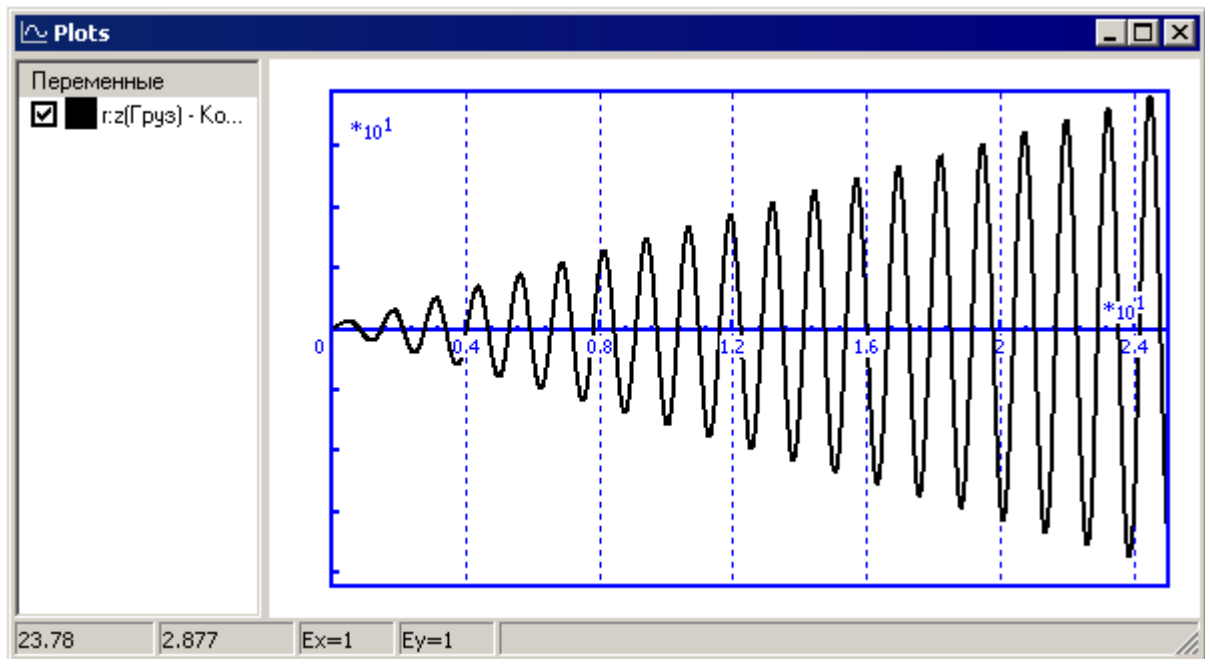

Рис. 2.14. Вынужденные колебания: резонанс
3. Запустите моделирование. Как и ожидалось, в резонансном случае амплитуда колебаний возрастает с течением времени, см. рис. 2.14.